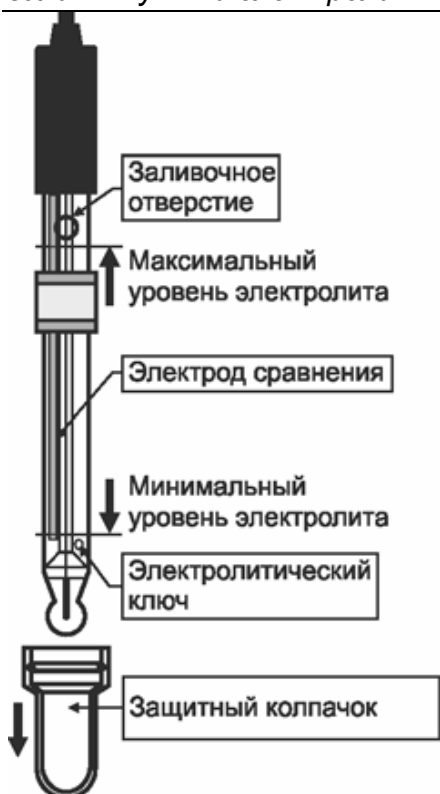
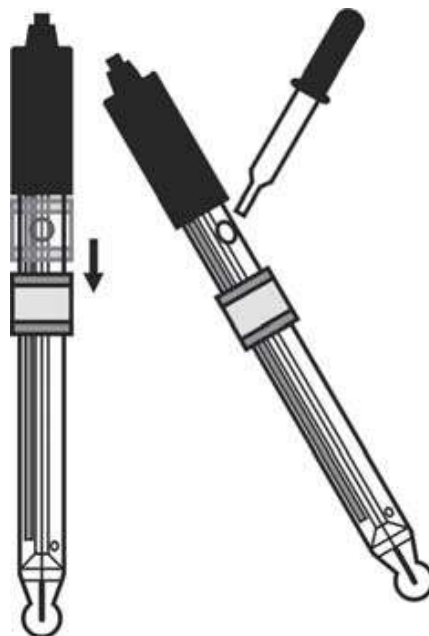

Рис. 1
Рис. 2
4.3 Проверить уровень электролита в электроде, он должен находиться в пределах, показанных на рис. 1. При необходимости в электрод следует долить раствор KCl с концентрацией 3 моль/дм3. Для этого нужно сдвинуть вниз защитный пояс, закрывающий заливочное отверстие и заполнить электрод электролитом до уровня заливочного отверстия (рис. 2).
**5.3** Уровень электролита в электроде должен поддерживаться в пределах показанных на рис. 1. При необходимости электролит следует доливать в электрод через заливочное отверстие.